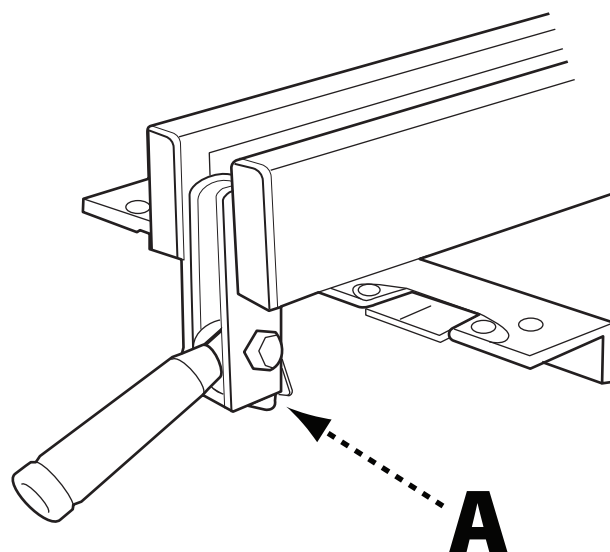

FIGURE 18
2. Graisser à l'occasion le mécanisme de verrouillage de la came et le pied de la came (A) (Figure 18) pour prévenir l'usure.